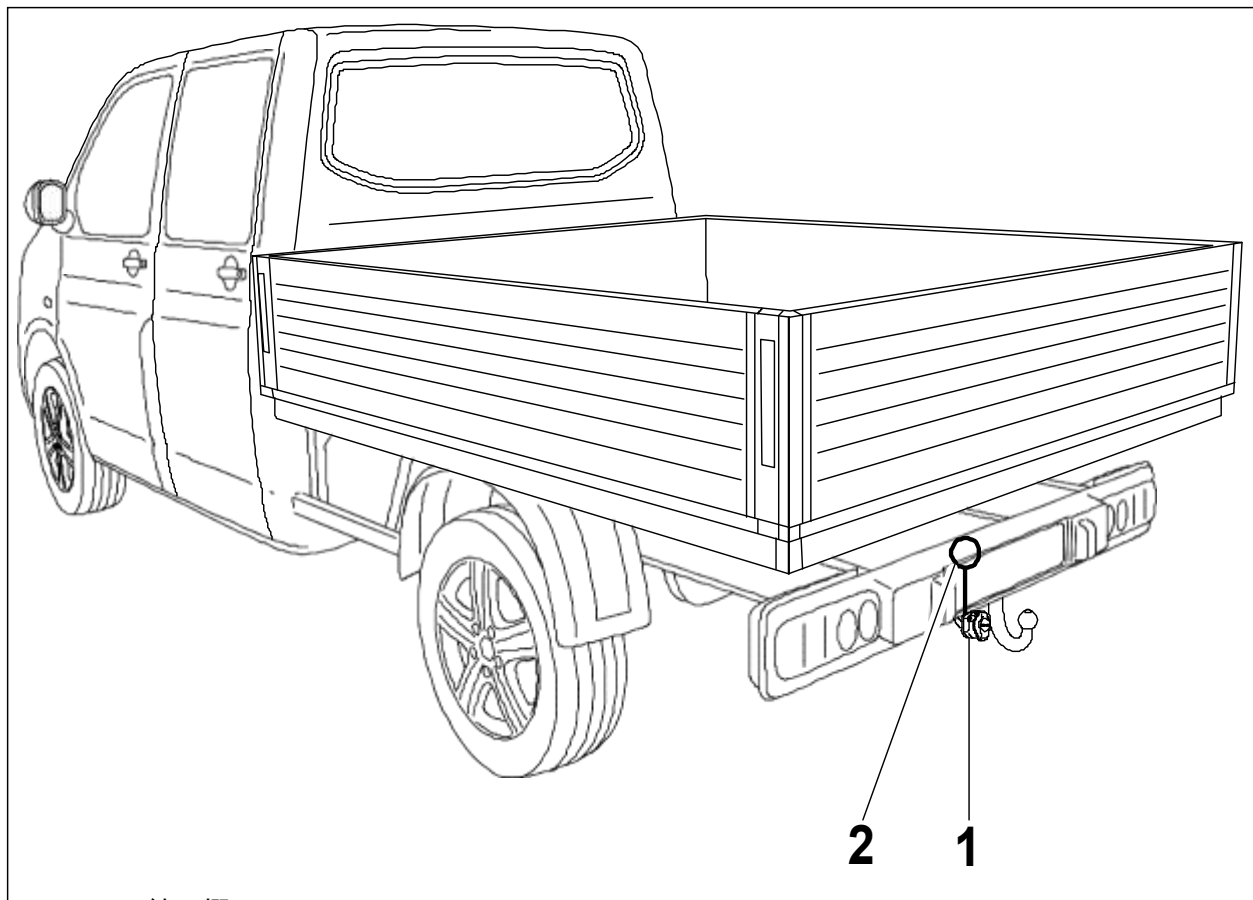

図1：取り付け概要
2. 車両側 2 ピンおよび 14 ピンコネクター（図 1/2）からそれぞれに差し込まれているプラグを抜き（今後必要ありません）、ソケットワイヤーハーネスの 2 ピンおよび 14 ピンプラグを差し込みロックします。
3. マイクロスイッチハウジングおよび接点差込み部をソケットホルダー（図 1/1）の穴に通します。
6. ソケットを付属のねじでクロスパイプまたはソケットホルダー（図 1/1）にしっかりと締め付けます。（最大トルク 2.0 Nm）